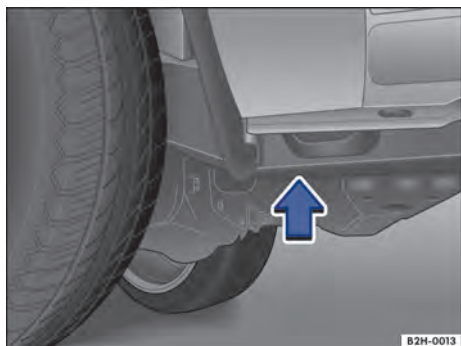
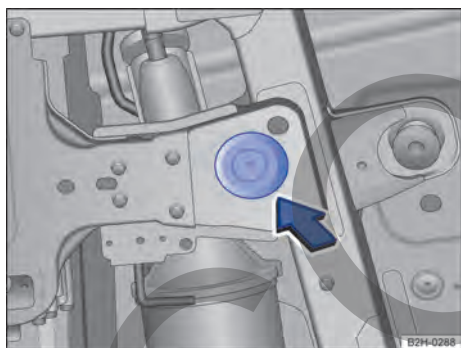
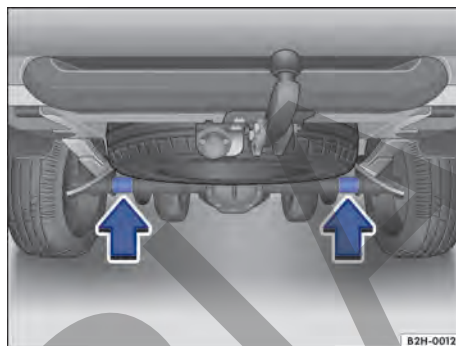

Fig. 204 Desde el lateral: punto de apoyo para el crique en la parte delantera.
Fig. 205 Desde abajo: punto de apoyo para el crique en la parte delantera.
Fig. 206 Puntos de apoyo para el crique en la parte trasera.
Coloque el crique únicamente en los puntos que se indican → Fig. 204 (visto desde un lateral) o → Fig. 205 (visto desde abajo).
Coloque el crique únicamente en los puntos de apoyo que se muestran → Fig. 206 (flechas).
3. Busque en la parte delantera → Fig. 204 o trasera → Fig. 206 el punto de apoyo para el crique que esté más cerca de la rueda que haya que cambiar.